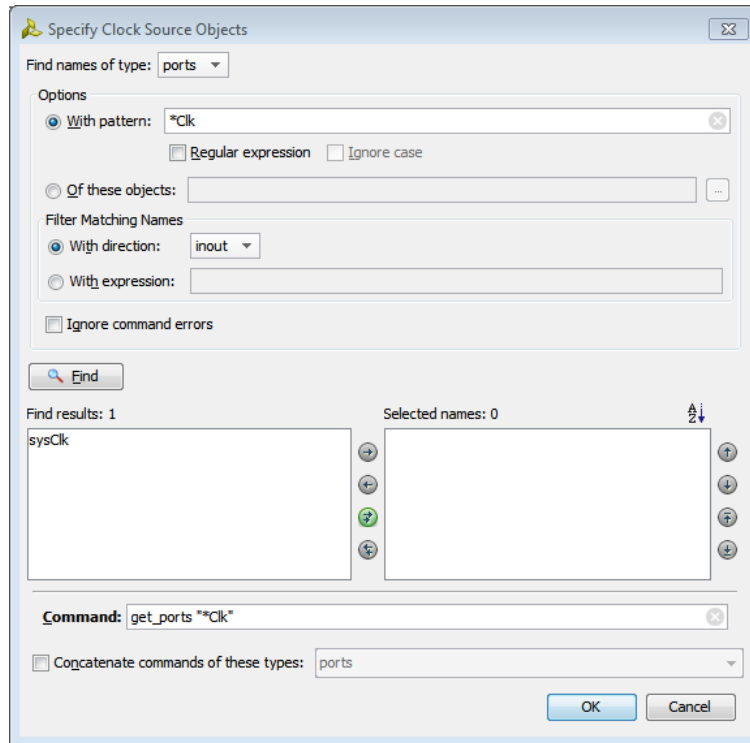

図 9 : [Specify Clock Sources Objects] ダイアログ ボックス
- b. [Source Objects] フィールドの横にある参照ボタン (  ) をクリックし、[図 9 : \[Specify Clock Sources Objects\]](#) ダイアログ ボックス にあるように [Specify Clock Sources Objects] を開きます。